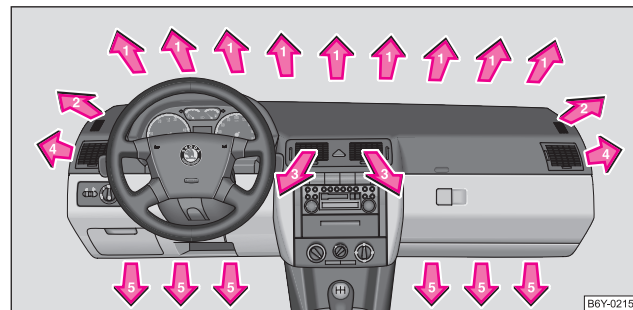

Abb. 86 Luftaustrittsdüsen
- Luftaustrittsdüsen 4 ⇒ Seite 96, Abb. 86 öffnen und zur Seitenscheibe richten.
- Luftaustrittsdüsen **3** und **4** ⇒ Seite 96, Abb. 86 öffnen.